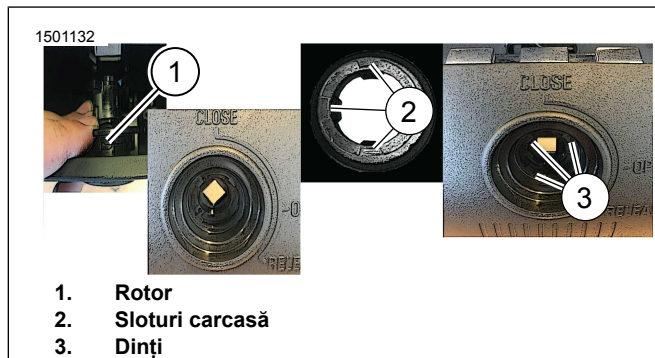

Figura 7. Carcasă
- A se vedea figura 7. Poziționați manual rotorul (1).
- A se vedea figura 7. Aliniați cele trei fante (2) de pe carcasă la trei dinți (3) pe maneta de deblocare.